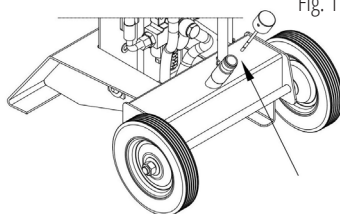
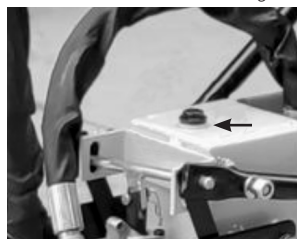

Fig. 1
Fig. 2
4. Dans le modèle KS 8THE V 55/40 il y a une soupape d'admission d'air (voir fig. 1) à l'avant de la fendeuse à bois, dans le modèle KS 12THE V 65/40 voir fig. 2. Avant chaque opération, la soupape doit être ouverte. Dévissez-la de 3-4 tours pour assurer une bonne circulation d'air dans le réservoir d'huile.